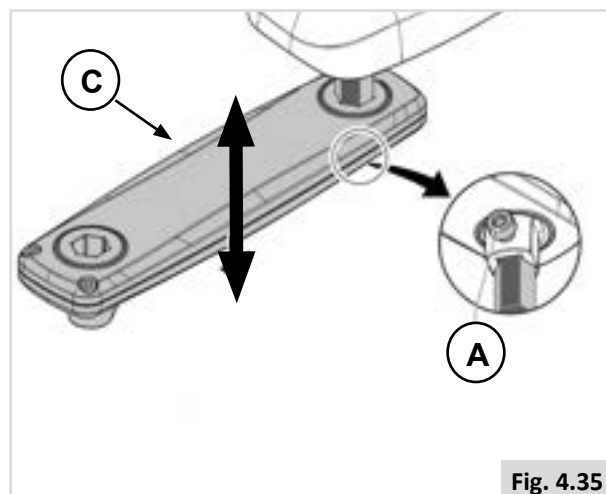
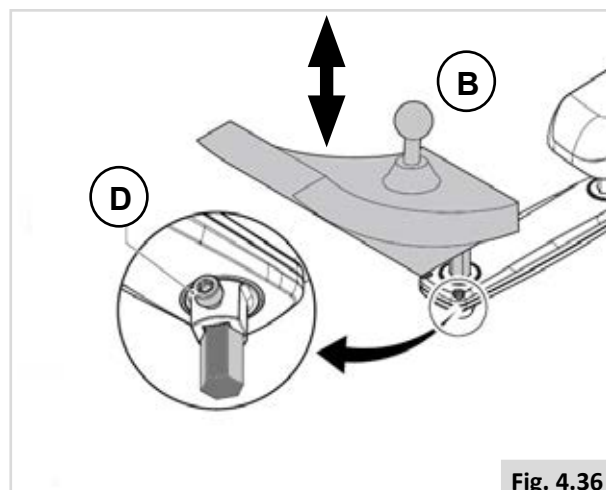

Fig. 4.35
Fig. 4.36
Justere høyden på styreboksen (1) (Fig. 4.35)
1. Løsne (A).
2. Skyv (C) til ønsket stilling.
3. Stram (A) på nytt.
Justere høyden på styreboksen (2) (Fig. 4.36)
1. Skru opp (D).
2. Skyv (B) til ønsket stilling.
3. Stram (D) på nytt.